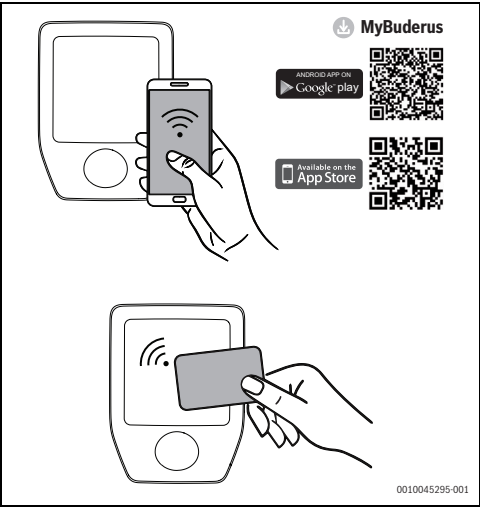

Fig. 120 Autenticazione tramite scheda RFID
- Sbloccare la Logavolt con la scheda RFID, l'app o tramite un dispositivo di blocco esterno. Questo passo è facoltativo (→ Fig. 120 e 119, pagina 112).